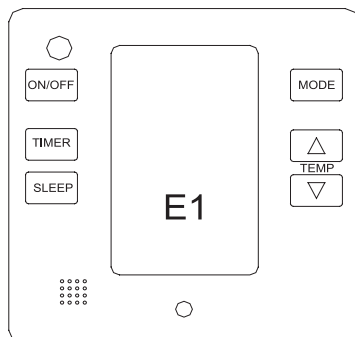

Рисунок 5.7. Код неисправности
- Если при работе кондиционера возник сбой, то на дисплее пульта управления высвечивается код неисправности (см. Рис. 5.7)